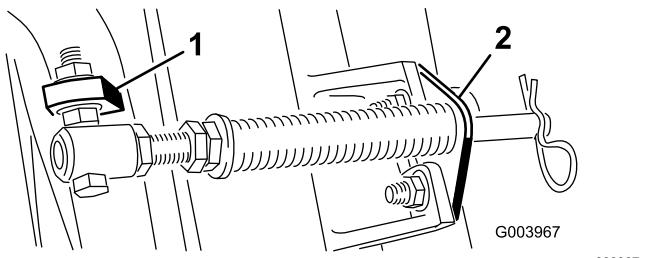

Рисунок 6
стороны выступа, как показано на Рисунок 6.
- D. Присоедините кронштейн штока к выступам режущих блоков с помощью каретных болтов и гаек (Рисунок 6).